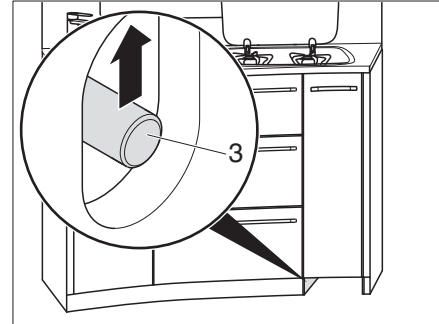

Fig. 121 Desbloquear los cajones de la cocina
- Empujar hacia arriba la barra de empuje (Fig. 121,3).